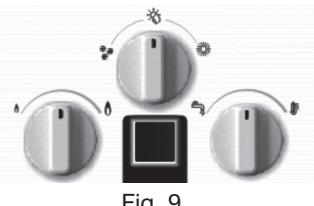

Fig. 9
- **Perilla de la llama:** que controlan el caudal de gas, Fig. 9.